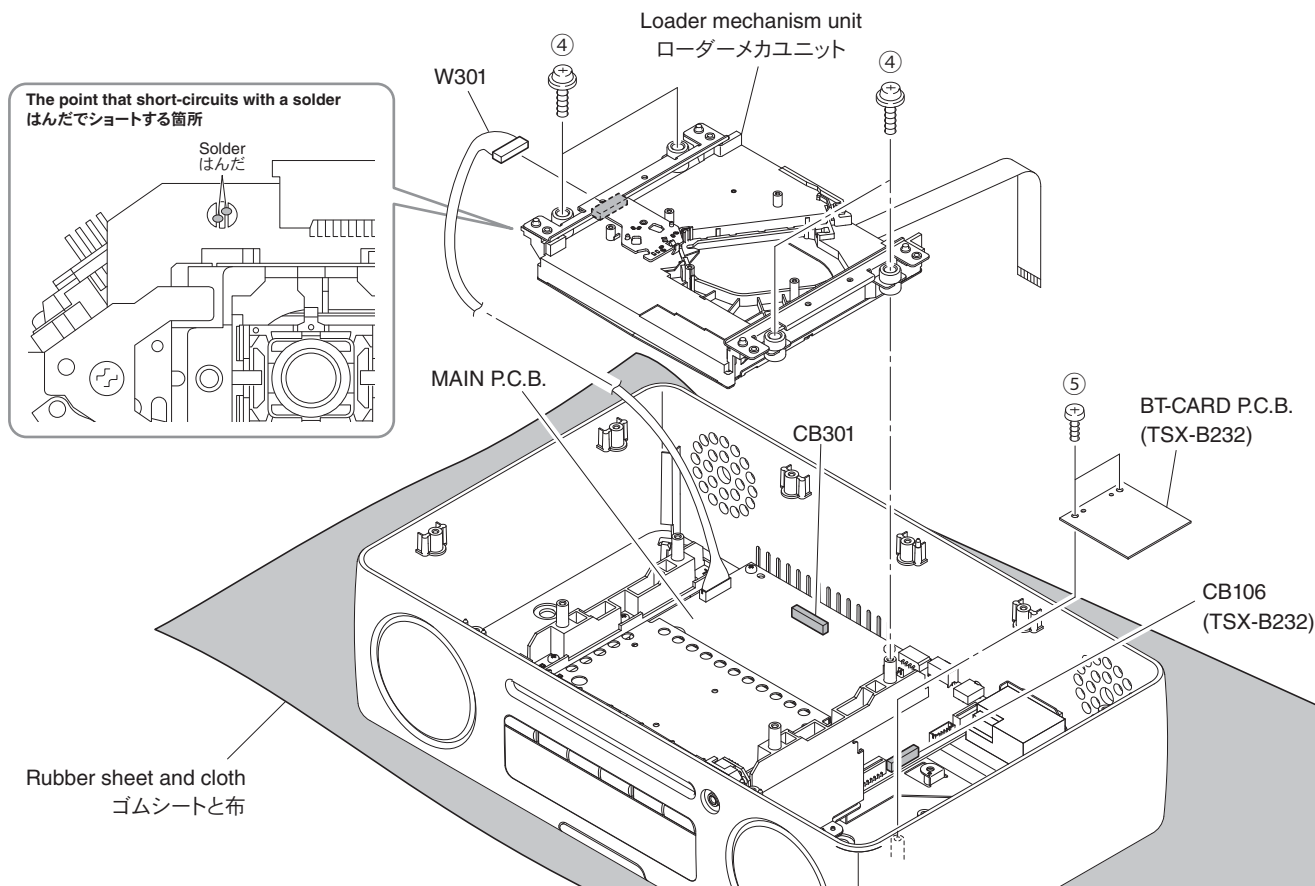

Fig. 2
- Remove 4 screws (④). (Fig. 2)
- Solder the lands in the P.C.B. of the loader mechanism unit with the anti-static soldering iron. (Fig. 2)
- Remove W301. (Fig. 2)
- Unlock and remove CB301. (Fig. 2)
- Remove the loader mechanism unit. (Fig. 2)
- Remove 2 screw (⑤). (Fig. 2)
- Remove CB106. (Fig. 2)
- Remove the BT-CARD P.C.B. (Fig. 2)
- ④ のネジ 4 本を外します。(Fig. 2)
- ローダーメカユニットの P.C.B. 上の端子間を静電気対策はんだこてを使用してショートします。(Fig. 2)
- W301 を外します。(Fig. 2)
- ロックを外し、CB301 を外します。(Fig. 2)
- ローダーメカユニットを外します。(Fig. 2)
- ⑤ のネジ 2 本を外します。(Fig. 2)
- CB106 を外します。(Fig. 2)
- BT-CARD P.C.B. を外します。(Fig. 2)